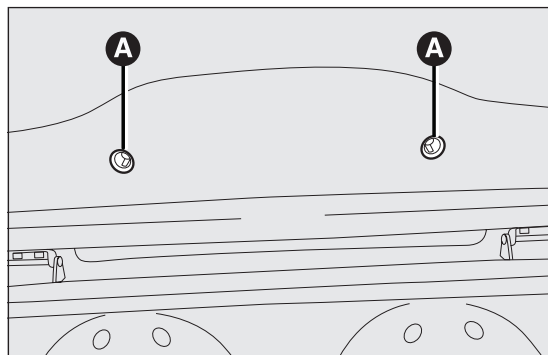

fig. 117
- rimuovere i due tappi di riparo e svitare le due viti di fissaggio A fig. 117;